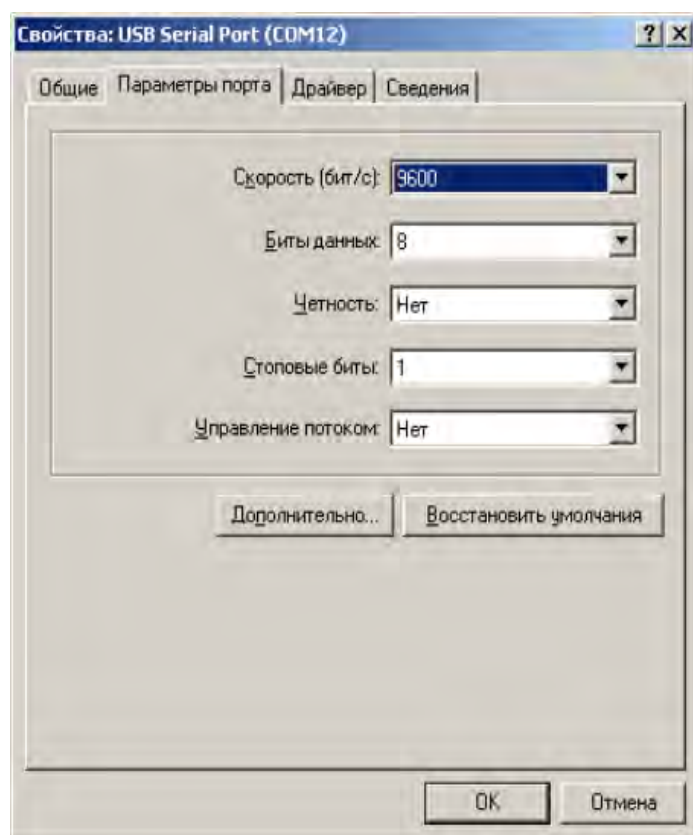

Рисунок 6 – Окно свойств порта
- а) открыть окно свойств **USB Serial Port** на вкладке **Параметры порта** и нажать кнопку **Дополнительно** (рисунок 6);